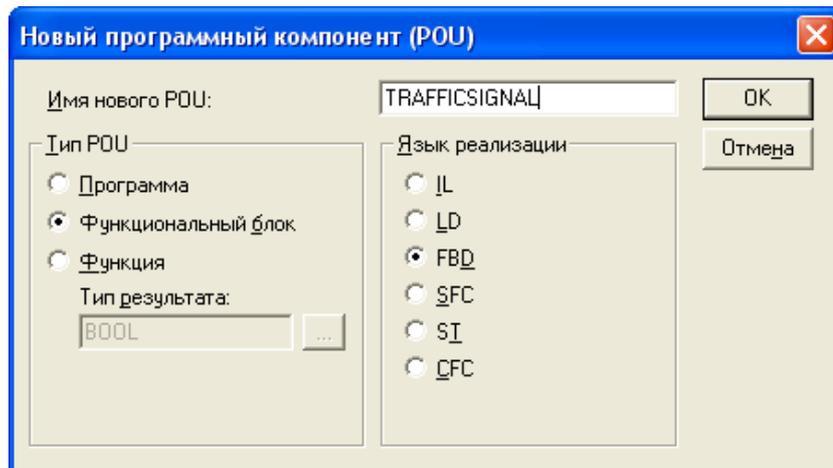

Рисунок 4 – Вікно діалогу створення POU TRAFFICSIGNAL
2) POU **Функциональный блок** на мові **FBD** з ім'ям **TRAFFICSIGNAL** (рисунок 4).